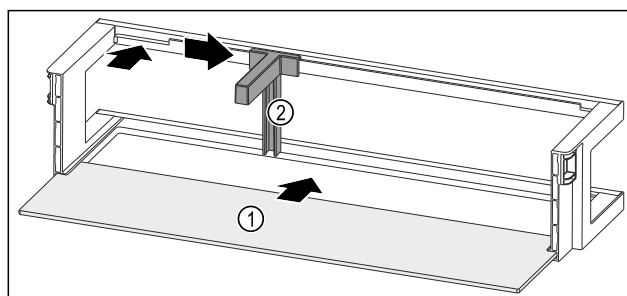

Fig. 227 Balconnet de contre-porte avec tablette de rangement
- Insérer la tablette de rangement Fig. 227 (1) dans les évidements latéraux.
- Insérer le range-bouteilles Fig. 227 (2) dans l'évidement.
- Pousser le range-bouteilles Fig. 227 (2) sur le côté en position souhaitée.